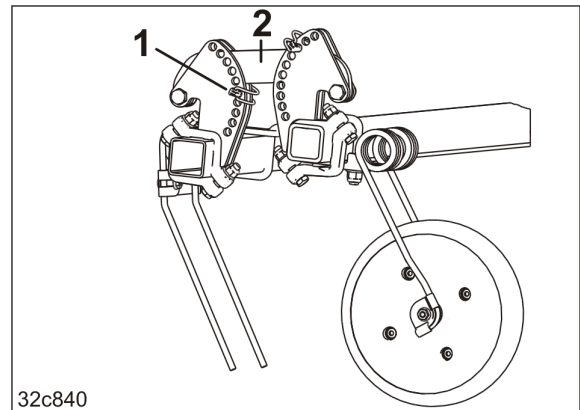

Fig. 195
3. Den Anstellwinkel der Zinken zum Boden ändern durch Abstecken des Rohrklappsteckers (Fig. 195/1)
- o unterhalb des Lenkers (Fig. 195/2)
Der Anstellwinkel wird flacher, je tiefer der Rohrklappstecker (Fig. 195/1) im Verstellsegment abgesteckt wird.